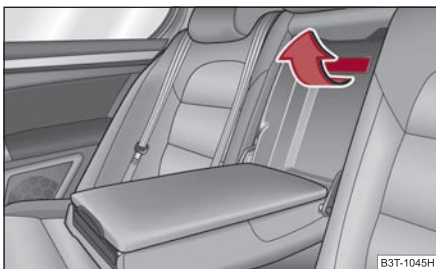

Fig. 120 Scaunele din spate:
- Trageți mânerul până la limită în sus și rabatați capacul în jos ⇒ fig. 120.